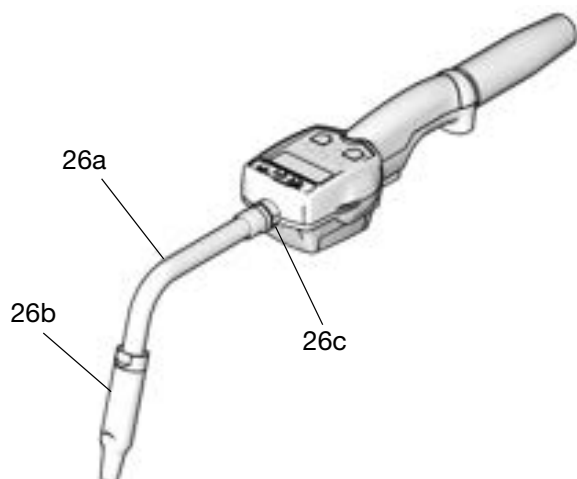

FIG. 6
1. Enrosque la tuerca de sellado (26c) en la extensión (26a) (FIG. 6).
2. Enrosque la extensión en la salida del medidor al menos tres vueltas completas para apretarla firmemente (FIG. 6).